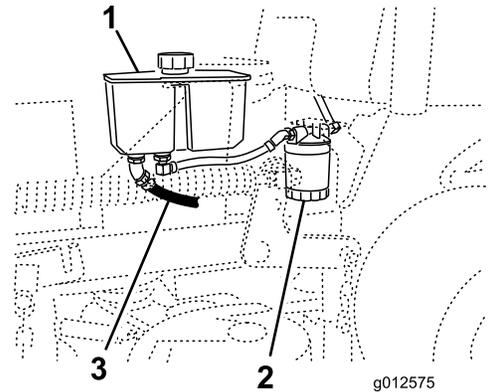

図 72
4. 油圧オイルタンクの下にある前油圧ホースを探し出し、その下にオイル受け容器を置く 図 72。